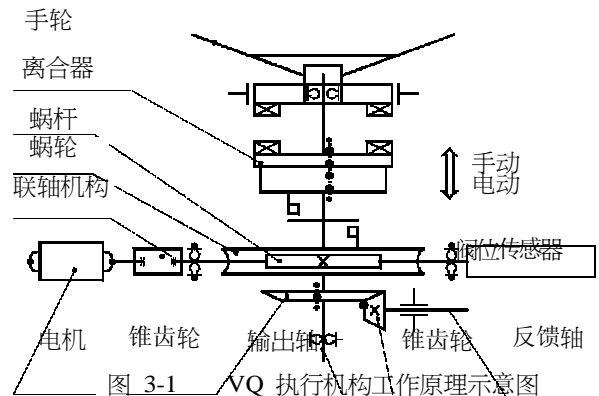

图 3-1 VQ 执行机构工作原理示意图
3.1 执行机构的工作原理（见图 3-1）电机的旋转通过联轴机构直接带动蜗杆转动，蜗杆带动蜗轮转动，再通过离合器带动输出轴转动。当切换手柄拨在手动位置时，离合器上移，脱开蜗轮与手轮联接，转动手轮驱动输出轴转动。电动操作总是优先，除非操作手柄被锁定在手动档。在输出轴转动的同时带动一对锥齿轮转动，并通过阀位传感器检测阀位变化。